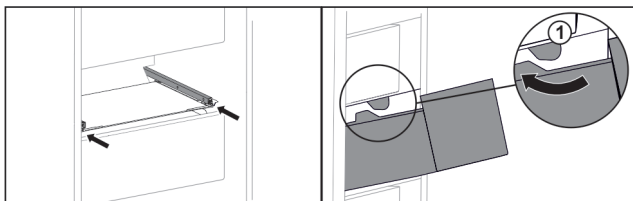

Fig. 115
- ▶ Guider le tiroir en contournant les butées Fig. 115 (1).